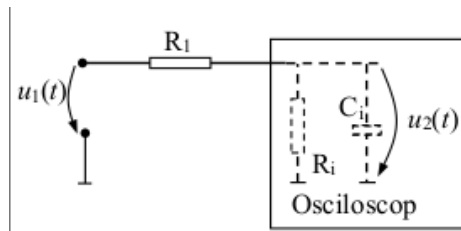

Fig. 6.
- Fig. 6: rezistență conectată între generator și osciloscop. R_i și C_i reprezintă rezistența și capacitatea echivalentă de intrare în osciloscop, deci nu se adaugă explicit pe placă, ca componente fizice.
(5) Pentru circuitul din Fig. 6: (a) aplicați semnal sinusoidal cu amplitudinea A_I , fără componentă continuă. Măsurând amplitudinea (tensiunea) pe R_i , pe osciloscop, determinați atenuarea circuitului la frecvența $f_i = 100 \text{ Hz}$. De aici, pe baza formulei atenuatorului cu 2 rezistențe, se determină rezistența de intrare a osciloscopului, R_i . (c) Crescând frecvența, ca la orice măsurătoare de FTJ, se măsoară frecvența de tăiere f_{-3dB} a FTJ format de către R_1 , R_i și C_i (d) pe baza f_{-3dB} se determină capacitatea echivalentă, C_i , de intrare a osciloscopului.